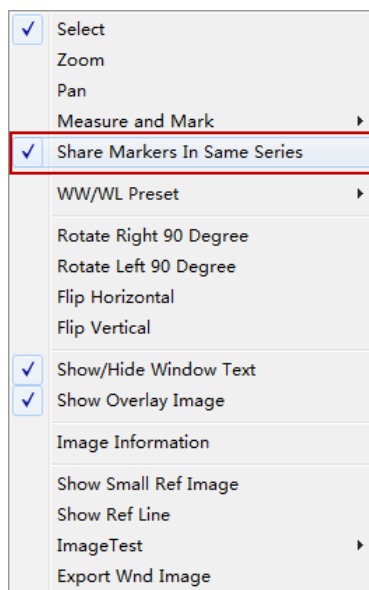

Рисунок 6-18 Share Markers in Same Series
2. В меню правой кнопки мыши выберите [Share Markers In Same Series], как показано на Рисунок 6-18 Share Markers in Same Series .